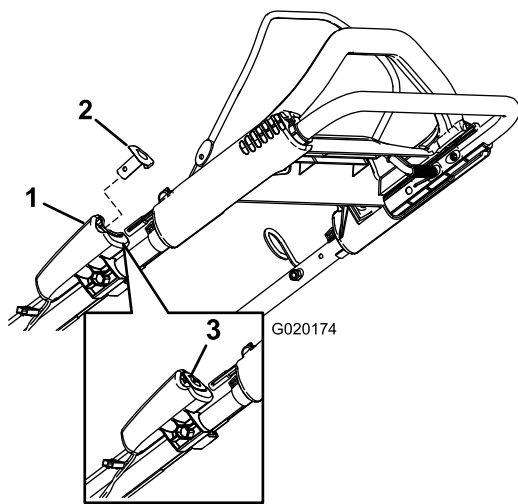
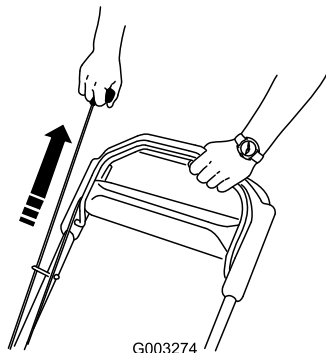

Figura 14
Figura 15
2. Pulse el botón de arranque eléctrico (modelo de arranque eléctrico solamente) (Figura 14) o tire de la cuerda del arrancador de retroceso (Figura 15).
Nota: Si se ha retirado el botón de arranque eléctrico, introdúzcalo en el arrancador eléctrico; consulte Figura 14 (modelo de arranque eléctrico solamente).